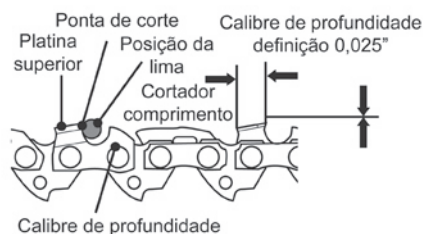

Fig. 74
- > Utilize um instrumento de medição de indicador de profundidade para verificar a altura do medidor de profundidade. A maior parte dos fabricantes de ferramentas de renome fornece bitolas de medição de calibre (Fig. 74).